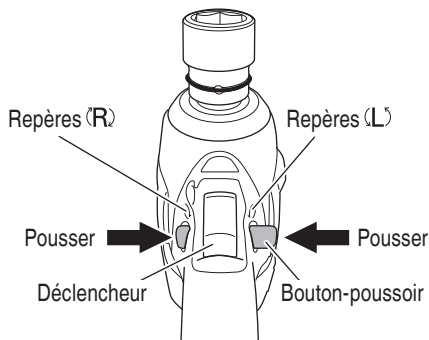

Fig. 11
La mèche tourne dans le sens horaire (vu de l'arrière) quand on appuie sur le côté R du bouton-poussoir. En appuyant sur le côté L du bouton-poussoir, la mèche tourne dans le sens anti-horaire. (Voir Fig. 11). (Les repères (L) et (R) sont marqués sur le corps.)